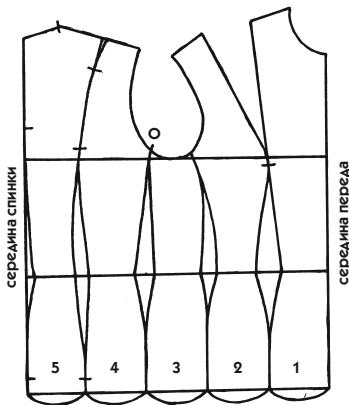

Рис. 252
8. Перенесите полученный чертеж на другой лист бумаги, совмещая боковые срезы перeda и спинки (рис. 252). Следуйте крупным, а не мелким, пунктирным линиям.
*Для модели с прямой юбкой* прибавление ширины не предусмотрено, и рис. 252 является тому достаточным подтверждением.